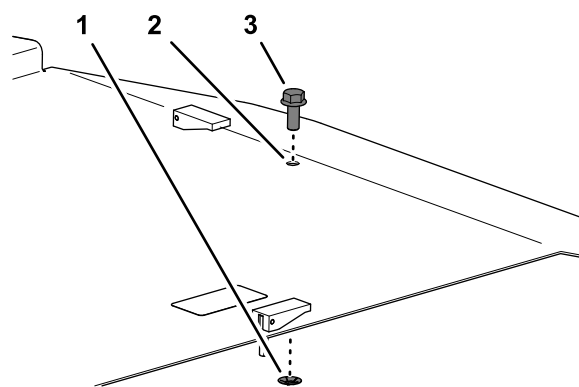

Figura 4
2. Retire a porca que fixa o parafuso à cobertura da plataforma e retire o parafuso da cobertura (Figura 4).